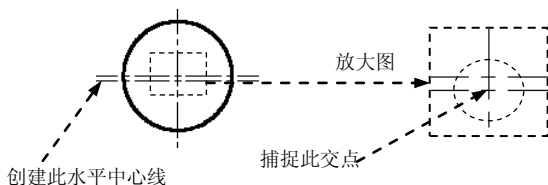

图 17.2.7 创建第二条水平中心线
(1) 创建图 17.2.7 所示的第二条水平中心线。选择下拉菜单 **修改(M) → 偏移(O)** 命令，输入偏移距离值 3 后按 Enter 键，选取第一条水平中心线为偏移对象，在第一条水平中心线的下方单击以确定偏移方向。